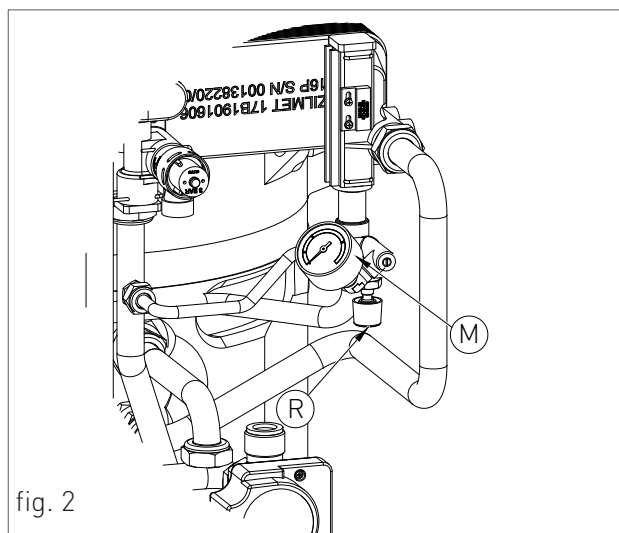
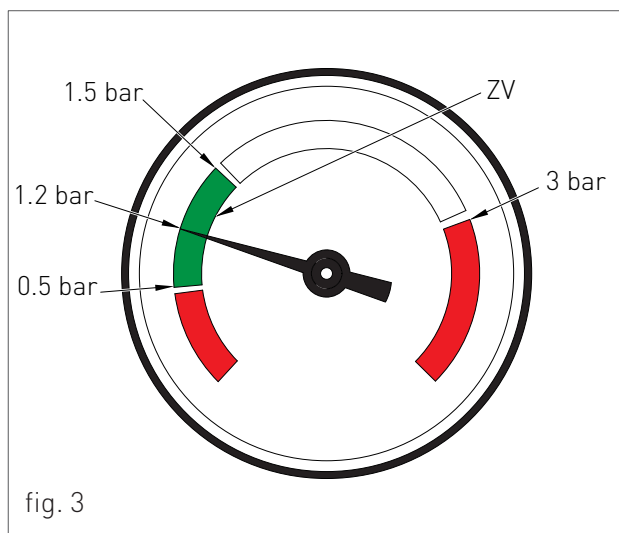

fig. 2
fig. 3
3. aprire il rubinetto di carico "R" (fig. 2);
4. controllare attraverso il manometro "M" (fig. 2) che la pressione dell'impianto raggiunga 1.2 bar, corrispondente alla metà della zona verde 'ZV'(fig. 3);
5. ad operazione avvenuta, assicurarsi che il rubinetto di carico "R" (fig. 2) sia ben chiuso.
8. se dopo le suddette operazioni si rilevasse una diminuzione della pressione dell'acqua nell'impianto, aprire di nuovo il rubinetto di carico "R" fino a che la pressione nel manometro non segni 1.2 bar (fig. 3).